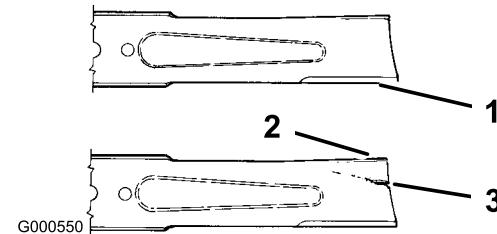

Bild 39
1. Untersuchen Sie die Schnittkanten (Bild 39). Bauen Sie, wenn die Kanten nicht scharf sind oder Kerben aufweisen, die Schnittmesser aus und schärfen sie; siehe Schärfen der Messer.
2. Prüfen Sie die Schnittmesser, insbesondere den gebogenen Bereich (Bild 39). Montieren Sie, wenn Sie Schäden, Verschleiß oder Rillenbildung in diesem Bereich feststellen (Punkt 3, Bild 39), sofort ein neues Schnittmesser.